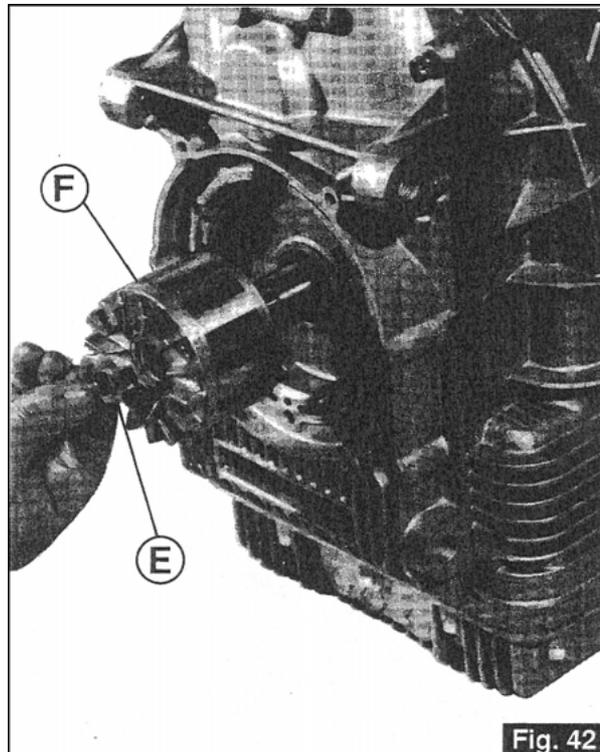

Fig. 42
- Retirez la rondelle «E» et sortez le rotor «F» (Fig. 42).